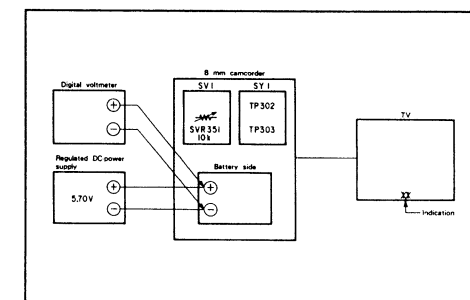

Abb. 3.6 Einstellung der Batterie-Anzeige (Platine SY1)
- 1) Schließen Sie die geregelte Stromversorgung und das Digitalvoltmeter an, wie in Abb. 3.6 gezeigt, und schließen Sie TP302 und TP303 kurz. (Stellen Sie dabei die geregelte Stromversorgung so ein, daß an den Batterie-Klemmen auf der Seite des Videorecorders $5,7 \pm 0,05$ V anliegen.)